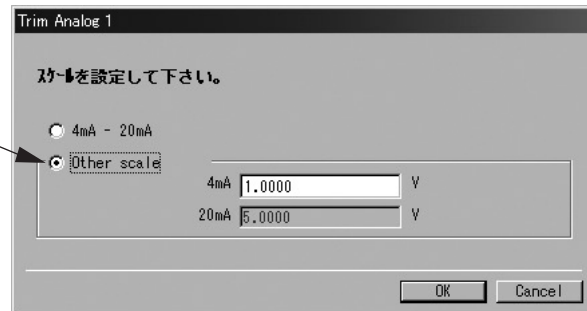

図110
- ⑦ 調整を途中で止める場合は「Cancel」ボタンをクリックし、以後のメッセージに従ってください。
- ⑧ 図110のメッセージボックスにて「Other scale」を選択した場合、図110のようにその他のスケールの入力が可能となります。上段(4mA側)に4mAの出力に相当するアナログ値(ここでは1V)を入力すると、それに対応した値が自動的に下段(20mA側)に入力されます。